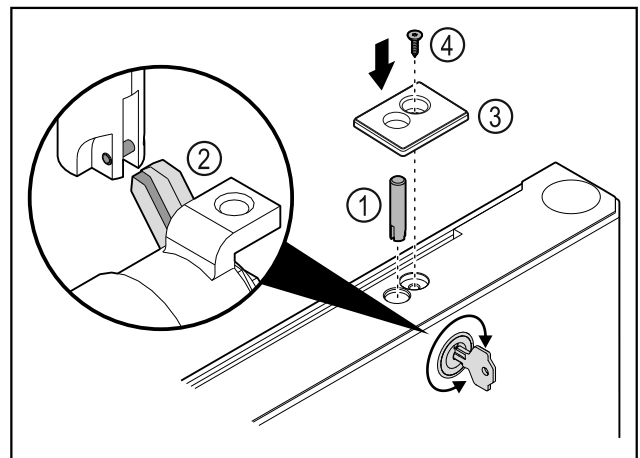

Fig. 37
- Schlossbolzen Fig. 37 (1) einsetzen.
- Schloss leicht drehen, damit Schlossbolzen Fig. 37 (2) in Schlitz von Schloss einrastet.
- Abdeckung Fig. 37 (3) einsetzen.
- Schraube Fig. 37 (4) einsetzen.